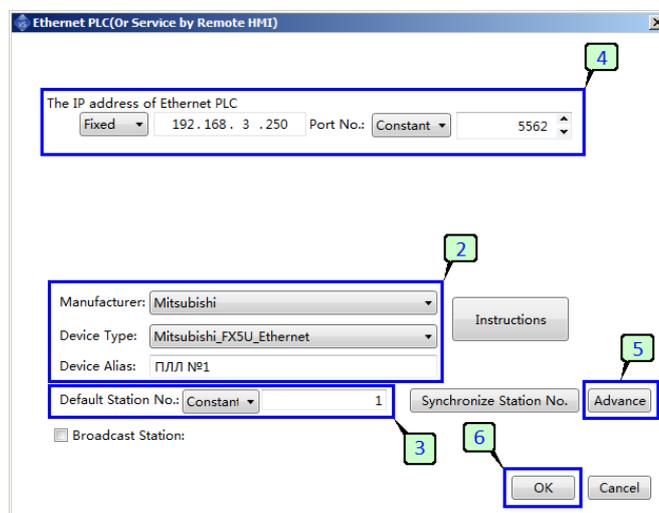

Рисунок 94 - Выбор Ethernet ПЛК
- В открывшемся окне "Ethernet ПЛК" выберите производителя и тип подключаемого контроллера, а также укажите имя для идентификации ПЛК в проекте (рисунок 94).